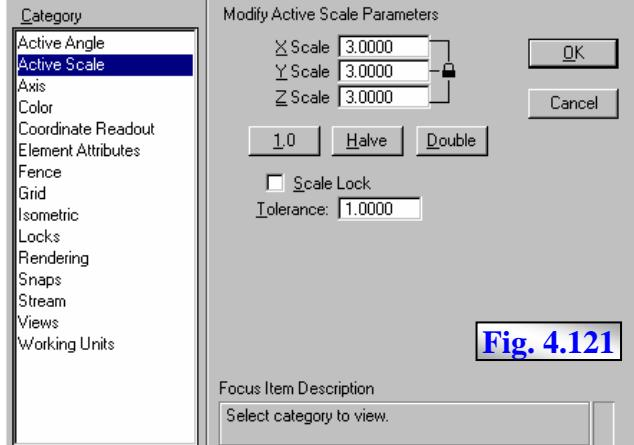

Fig. 4.121
4.121, care memorează ca parametrii valorile factorului de scalare pe cele trei direcții. Astfel, orice comandă care folosește scalarea (de exemplu **Paste, Place Active Cell** sau scalarea **fence**), va prelua, la activare, în câmpurile corespondente, valorile parametrilor caracteristicii **Active Scale**; de asemenea modificarea valorilor din casetele de dialog ale comenzi se va reflecta și în parametrii caracteristicii. Parametrii caracteristicii **Active Scale** pot fi modificați și din fereastra **Design File Settings**, prin opțiunea **Category→ Active Scale**, fereastră activată din meniu MS în succesiunea **Settings→ Design File**, fig. 4.121. Butoanele **1.0, Halve** sau **Double** impun valoarea unitară parametrilor respectiv înjumătățirea sau dublarea lor. Activarea controlului **Scale Lock** va provoca rotunjirea